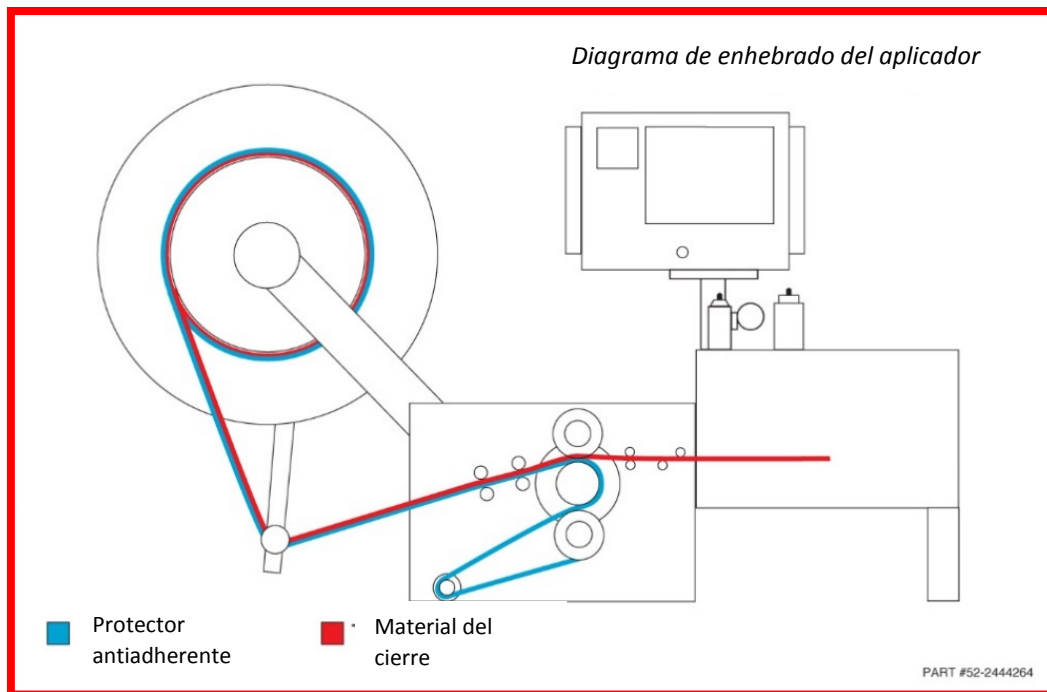

Fig. 6 Diagrama de enhebrado para el FUNCIONAMIENTO de la máquina
- 6.1. Para asegurar que se corte la longitud adecuada del material del cierre, la longitud del cierre (TIE LENGTH) debe configurarse según el material que esté utilizando. Cargue la máquina con material de cierre Peel & Stick® de Bedford, desprenda el protector antiadherente y enróllelo en la bobinadora del protector antiadherente (como se muestra en la Fig. 6).
- Coloque el carrete en el adaptador para carretes, de tal manera que el material se extraiga del lado izquierdo (vea la Fig. 6).